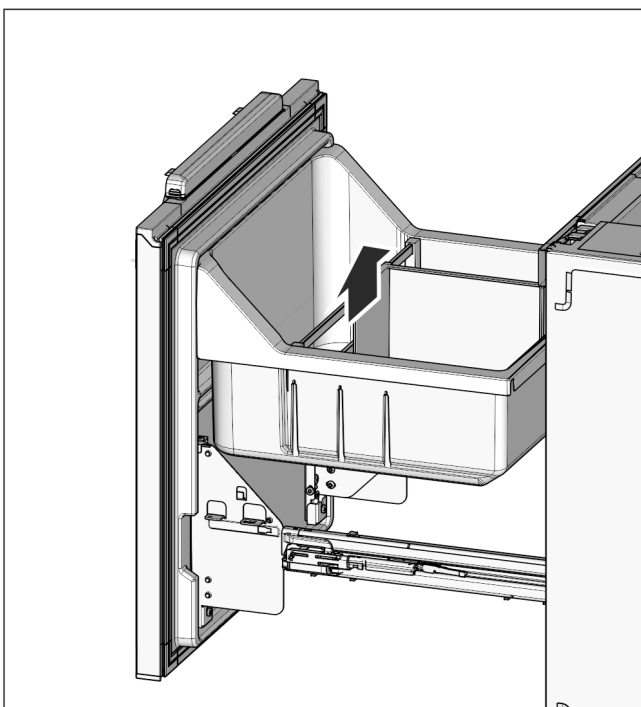

Fig. 25
- ▶ Flessenrek Fig. 25 (32) en uittrekbak Fig. 25 (31) weer terug plaatsen.